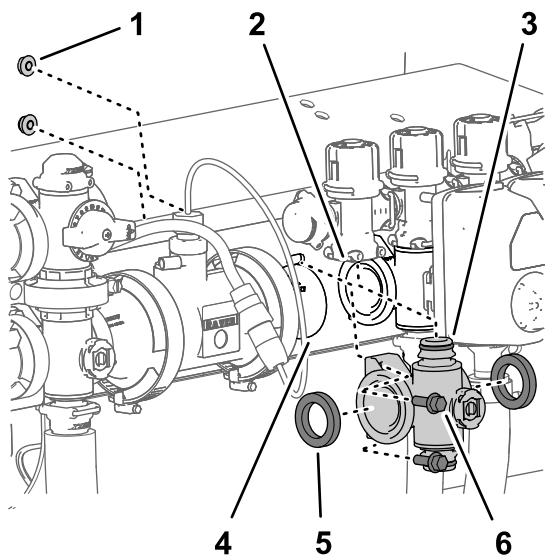
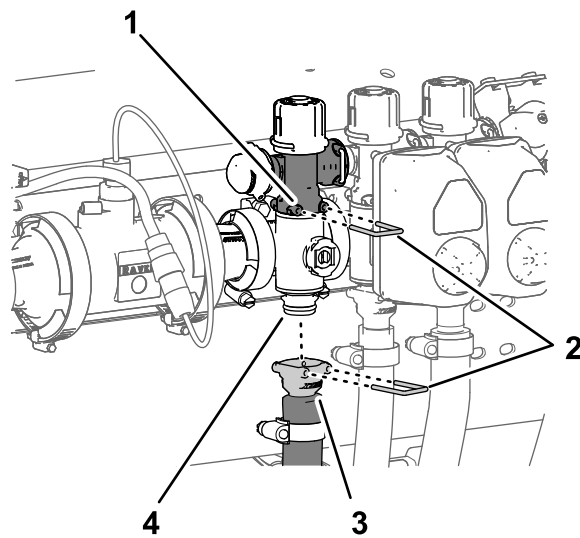

Figura 117
Figura 118
1. Allineate le 2 guarnizioni rimosse in Rimozione della valvola del collettore della sezione \(pagina 85\) alle flange del collettore della valvola della sezione (Figura 117).
2. Allineate la flangia del collettore della valvola della sezione allo spazio tra le flange dell'altra o delle altre valvole e/o dell'adattatore di accoppiamento (Figura 117).
3. Montate il raccordo di collegamento rapido del collettore della valvola della sezione sul raccordo a scollegamento rapido della valvola di bypass della sezione mediante un perno di collegamento rapido (Figura 117 e Figura 118).
5. Per i collettori delle valvole delle sezioni sinistra o destra, montate il collettore della valvola della sezione sul supporto della valvola (Figura 117)
8. Montate l'accoppiatore rapido del flessibile della sezione sul raccordo di collegamento rapido del collettore della valvola della sezione mediante il perno di collegamento rapido (Figura 118).